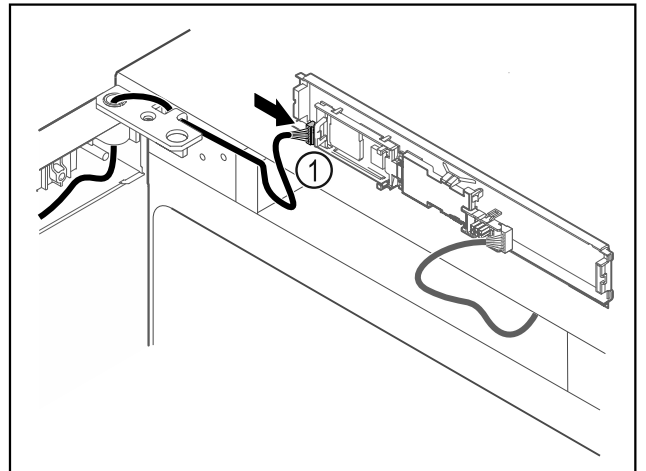

Fig. 60
- ▶ Подключите штекер Fig. 60 (1) к панели.